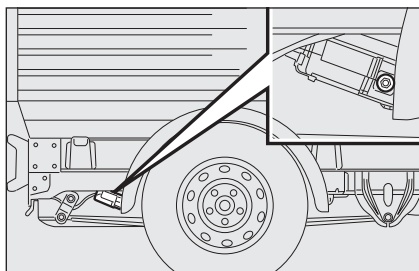

fig. 5
- Pour les châssis-cabine, à partir de la zone arrière droite du véhicule **fig. 5** actionner la vis de manœuvre du dispositif qui retient la roue, en utilisant la clé en dotation;